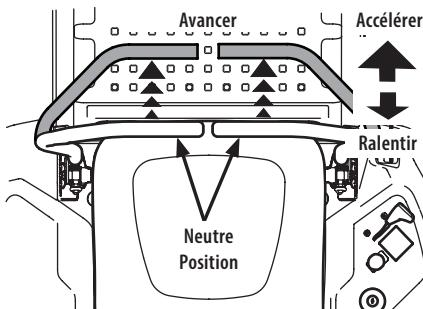

Figure 22
1. Avancez lentement et régulièrement les deux leviers de contrôle de la barre abdominale. Le tracteur commencera à avancer (Figure 22).